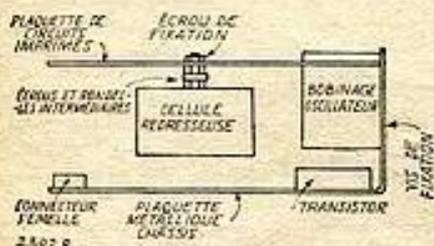

FIG. 4. — Montage mécanique du bloc BC 4; vue de profil, montrant la mise en place des éléments.
FIG. 4. — A : Mode de branchement avec récepteur monocanal. — B : Mode de branchement avec récepteur multicanal, commande semi-proportionnelle. — C : Mode de branchement avec récepteur multicanal, avec remise automatique à zéro.
- 1) Avec un récepteur monocanal (voir mode de branchement de la figure 4 A) ;
- 2) Avec récepteur multicanal avec commande semi-proportionnelle sans remise à zéro automatique (voir mode de branchement de la figure 4 B) ;
- 3) Avec récepteur multicanal avec retour automatique à zéro (voir mode de branchement de la figure 4 C).
Ce modèle est contenu dans un coffret de plastique de même dimensions que le BC.2, et ceci grâce à l'emploi d'une plaquette à circuits imprimés. Pour le montage et le câblage, on s'aidera des figures 4, 5 et 6.